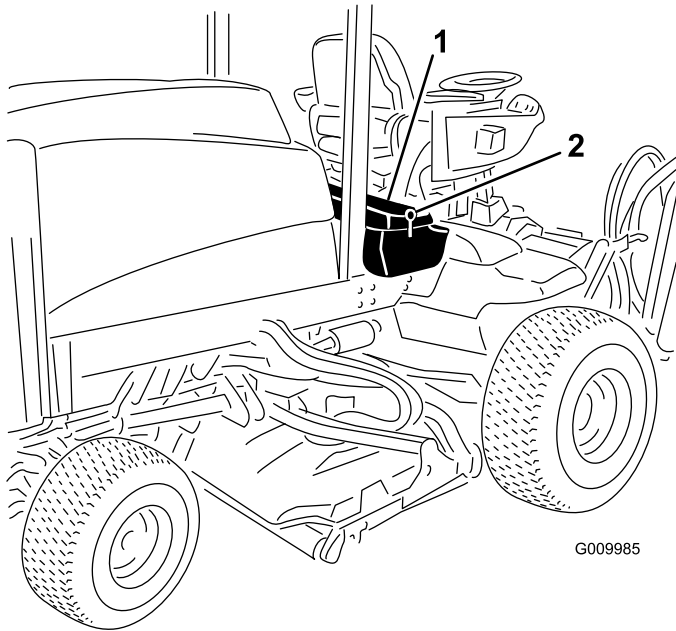

Figura 91
1. Sbloccate e sollevate il pannello comandi dell'operatore (Figura 91).